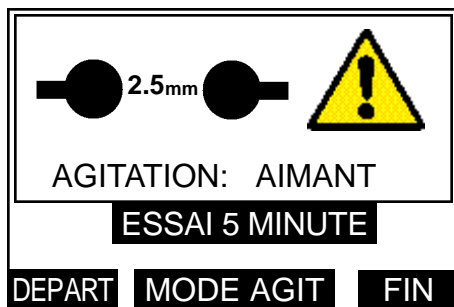

Figure 30. Ecran initial d'affichage de sélection du mode Agitation.
1. Pour commencer cet essai, mettez en valeur l'option ESSAI 5 MINUTES sur le menu principal puis appuyez sur CHOIX. L'écran de la Figure 30 apparaît alors.
1. Pour commencer, mettez en valeur l'essai sélectionné sur le menu principal puis appuyez sur CHOIX. L'affichage illustré à la Figure 30 apparaît. Appuyez sur la touche droite MENU pour revenir au menu principal. Plusieurs pressions sur la touche centrale MODE AGIT vous permettent d'alterner entre le mode d'agitation AIMANT, le mode ROUE et NEANT.
1. Pour commencer cet essai, mettez en valeur l'option ASTM D1816-84a sur le menu principal puis appuyez sur CHOIX. L'écran de la Figure 30 apparaît alors. Plusieurs pressions sur la touche centrale MODE AGIT vous permettent d'alterner entre le mode d'agitation AIMANT, le mode ROUE et NEANT. Appuyez sur la touche droite MENU pour revenir au menu principal.